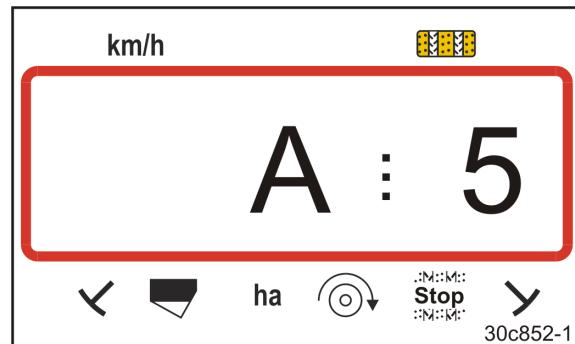

Рис. 45
- появляется индикация (Рис. 45);